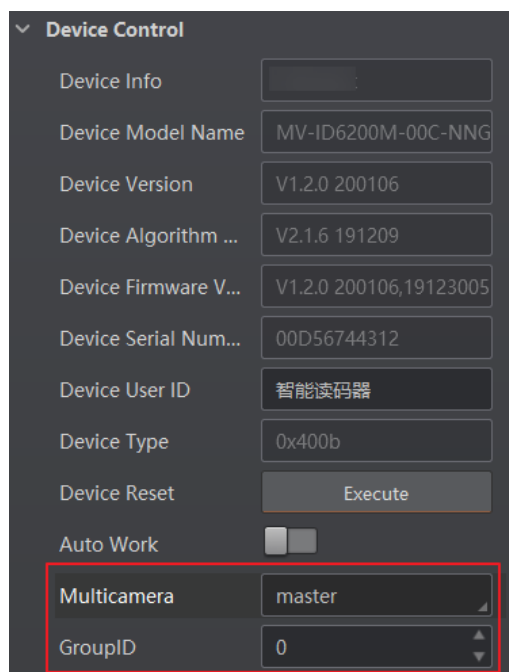

图3-8 设置组播功能
2. 在 Device Control 属性树下，根据需求在 Multicamera 下进行参数设置，其中 master 为主设备，slave 为从设备，如图 3-8 所示。
3. 设置参数 GroupID 的值,如图 3-8 所示。同一套组播中的设备需要设置成相同的 ID 号,与其它组播中的设备进行区分。